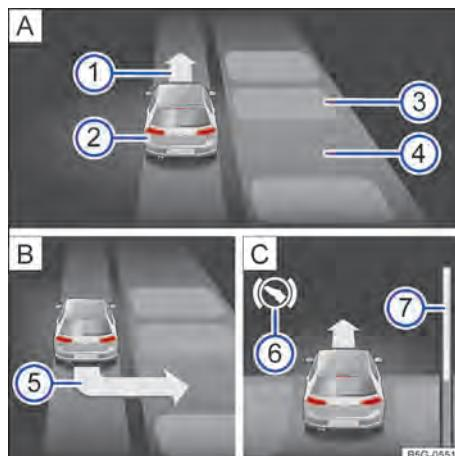

Fig. 114 No display do instrumento combinado: estacionar lado a lado. **A** Procurar uma vaga de estacionamento. **B** Posição para estacionar. **C** Manobrar.
- Estacionar ao aparecer no display do instrumento combinado a indicação de estacionamento → Fig. 114 ⑤ → Página 153.
Legenda da → **Fig. 114** (modo de estacionamento lado a lado com marcha a ré):
- Frear quando soar um alarme sonoro indicando para mudar de direção, acender a seta → **Fig. 114** ①[A], acender o símbolo branco ⓘ ou mostrar uma mensagem.